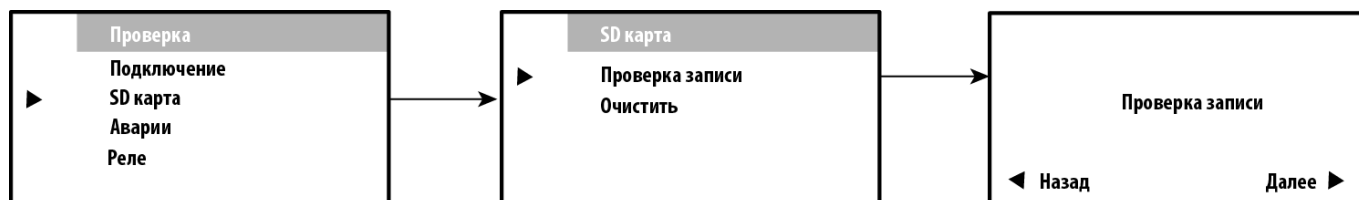

Рисунок 22
- *Проверка записи* – выполнение проверки записи осциллограммы на SD Карту (см. Рисунок 22);
При выборе ссылки «Далее» (см. Рисунок 22) выполняется запись одной осциллограммы, используя текущие данные со входов прибора (от момента нажатия кнопки 2 сек. до 4 сек. после).